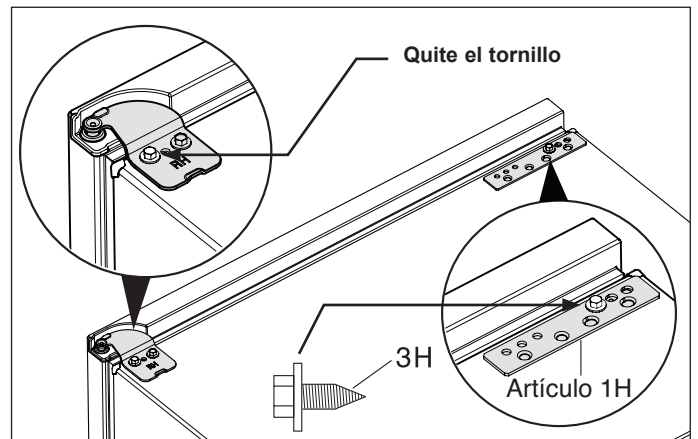

Figura 9
6. Quite el tornillo externo de la bisagra superior mediante el uso de un adaptador o llave de cubo de 3/8" y guárdelo para después. Instale el soporte de montaje con un tornillo montado en el orificio interno utilizando una llave de 3/8". (Consulte la Figura 9).